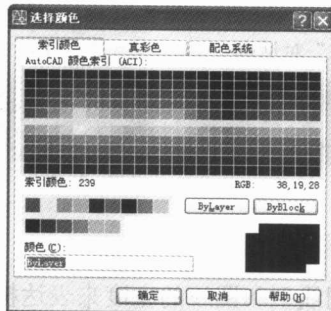

图 1-15 “选择颜色”对话框
- ① 在“图层特性管理器”对话框中，选择要设置颜色的图层，单击所选图层的“颜色图块”，弹出“选择颜色”对话框，如图 1-15 所示。